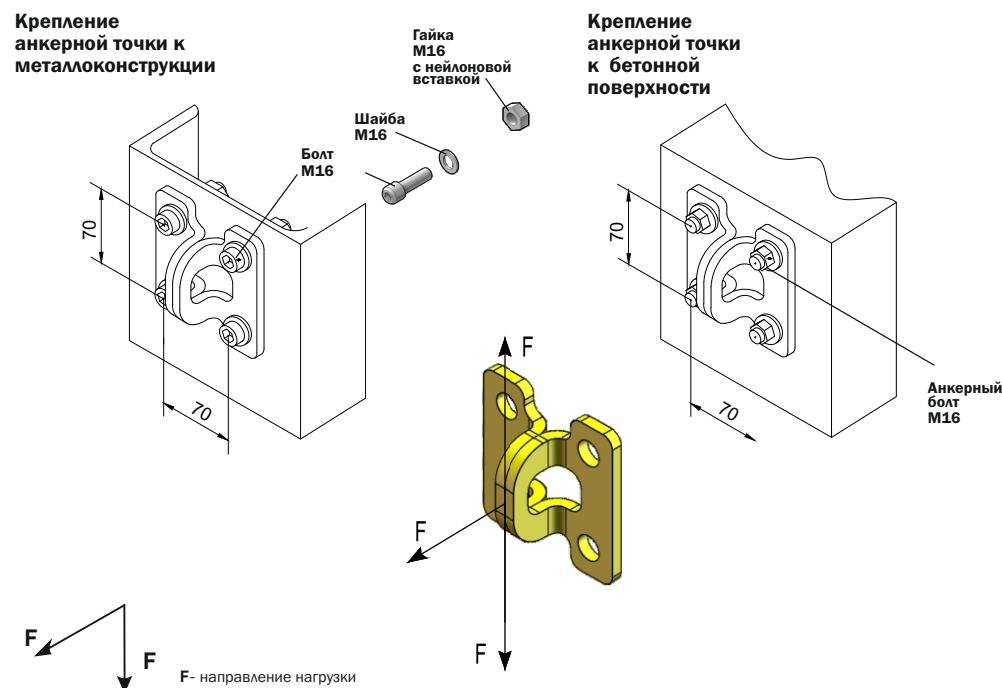

Рис. 5 Установка (монтаж) анкерной точки.
2. Установка анкерного устройства должна проводиться в соответствии с правилами выполнения механических и строительных соединений. Для монтажа на металлический профиль следует использовать крепежные элементы M16, для монтажа в бетон - химический анкер M16 (рис. 5). Длину винтов следует подбирать в соответствии с толщиной соединяемых элементов.